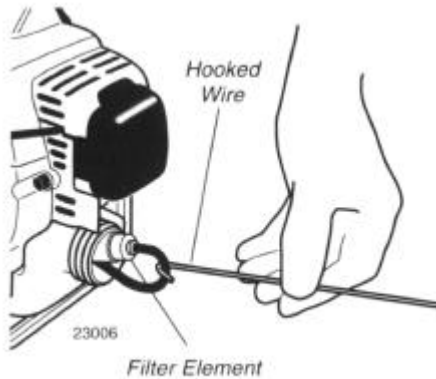

Figure 35
- ? Gebruik een hoekige draad om het benzinefilter uit de benzinetank te trekken (fig. 35). Inspecteer het benzinefilter element. Als er tekenen zijn van besmetting van vuil, vervang het filter dan door een echte Shindaiwa vervangingsfilter. Voordat u de filter weer installeert, inspecteer de benzineleiding. Als u beschadigingen of verslechtingen aantreft, zou u de machine niet meer moeten gebruiken, totdat deze is geïnspecteerd door een Shindaiwa-getraind service monteur.